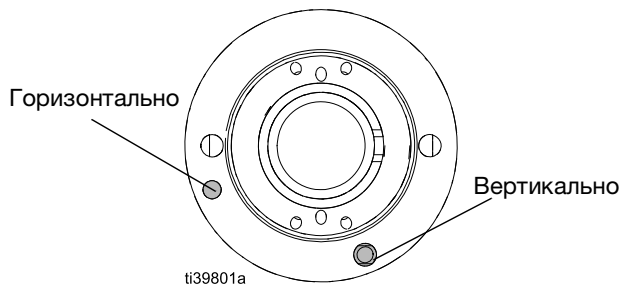

Рис. 10: Положения установочного штифта воздушной головки
2. Установите установочный штифт в требуемом положении. См. Рис. 10.